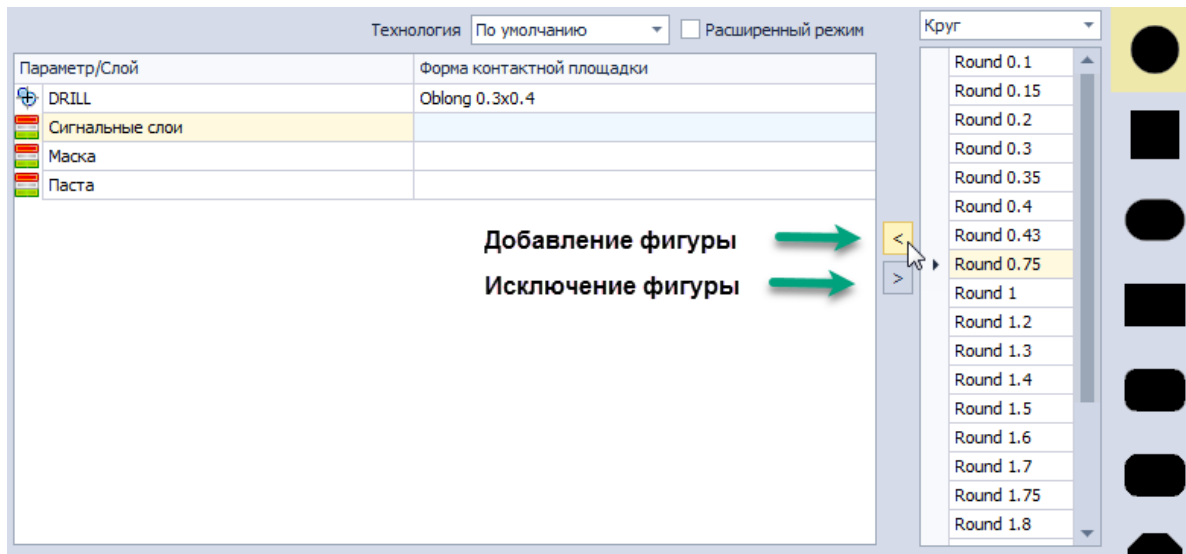

Рис. 52 Добавление/исключение фигуры на слое контактной площадки
- Добавить созданную фигуру на слой, нажав кнопку . Также доступна функция по исключению фигуры, для этого фигуру нужно выбрать в списке «Форма контактной площадки» и нажать кнопку , см. Рис. 52.